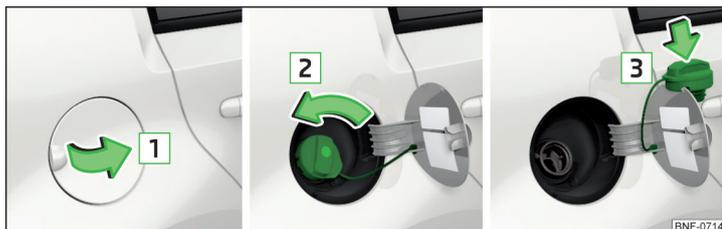

Fig. 133 Ouvrir la trappe du réservoir / Dévisser le bouchon du réservoir / Placer le bouchon du réservoir sur la trappe du réservoir
- Ouvrez la trappe du réservoir dans le sens de la flèche [1] » fig. 133.